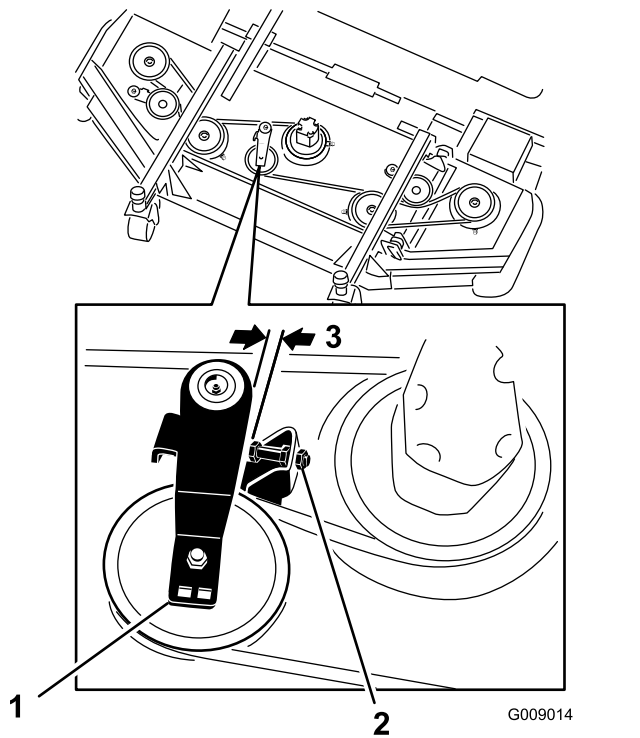

Bild 126
- Lösen Sie am Frontmähwerk in der Mitte die Klemmmuttern an der Anschlagsschraube der Spannscheibe und drehen die Anschlagsschraube in die Halterung (Bild 126).
- Schieben Sie jede Spannscheibe des Seitenmähwerts mit einem Ratschenschlüssel oder einem ähnlichen Werkzeug vom Treibriemen, um die Spannung zu lösen, und lassen Sie den Riemen von der Spannscheibe des Seitenmähwerts rutschen (Bild 126).